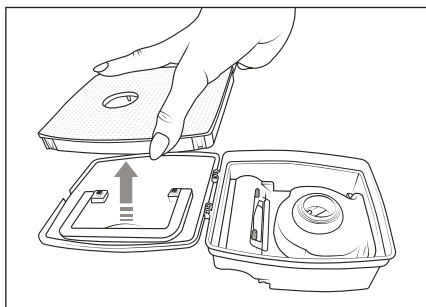

Bild 9
- 4) Dra loss EPA-filtret **7** från dammbehållarens **12** lock (se bild 9).